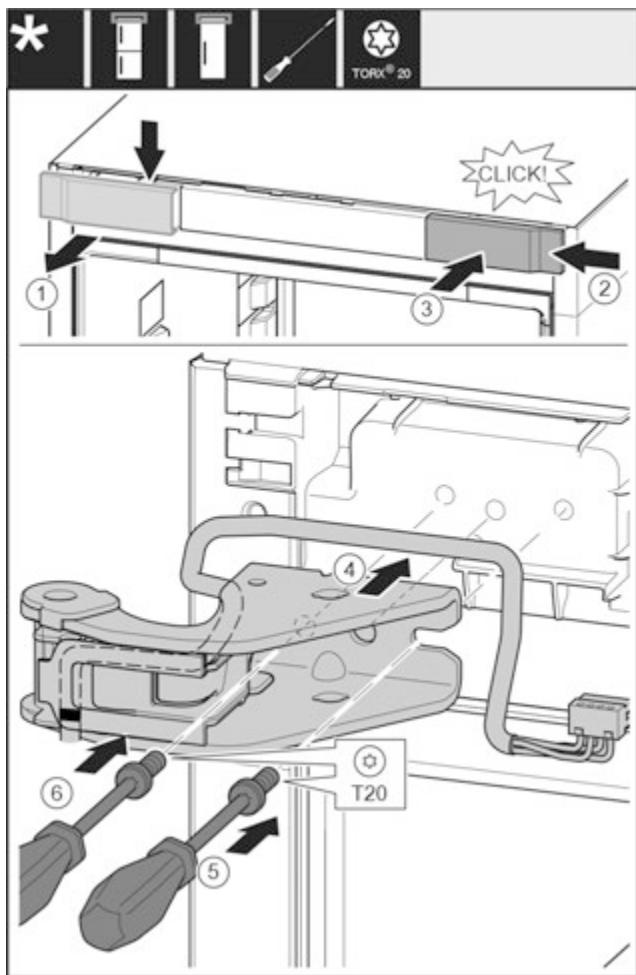

Fig. 32
- Зніміть кришку вгорі вперед. Fig. 32 (1)
- Почекіть кришку, що повернута на 180°, з іншого боку праворуч. Fig. 32 (2)
- Зафіксуйте кришку. Fig. 32 (3)
- Встановіть верхній опорний кронштейн. Fig. 32 (4)
- Встановіть та закрутіть гвинт за допомогою викрутки T20. Fig. 32 (5)
- Встановіть та закрутіть гвинт за допомогою викрутки T20. Fig. 32 (6)